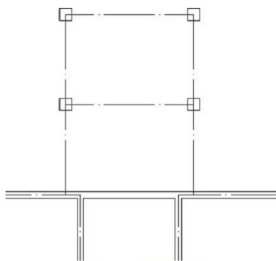

图 2.55 复制柱子
③ 在**指定第二个点或 <使用第一个点作为位移>**: 提示下, 分别捕捉⑩轴线和⑥轴线的交点、⑩轴线和⑤轴线的交点、⑤轴线和⑥轴线的交点, 这样便复制出另外 3 个柱子, 如图 2.55 所示。
(2) 学习【复制】命令一定要理解基点的作用, 基点的作用是使被复制出的对象能够准确定位, 所以基点 A (⑩轴线和⑥轴线的交点) 必须准确地捕捉到 (注意一定打开【对象捕捉】功能)。